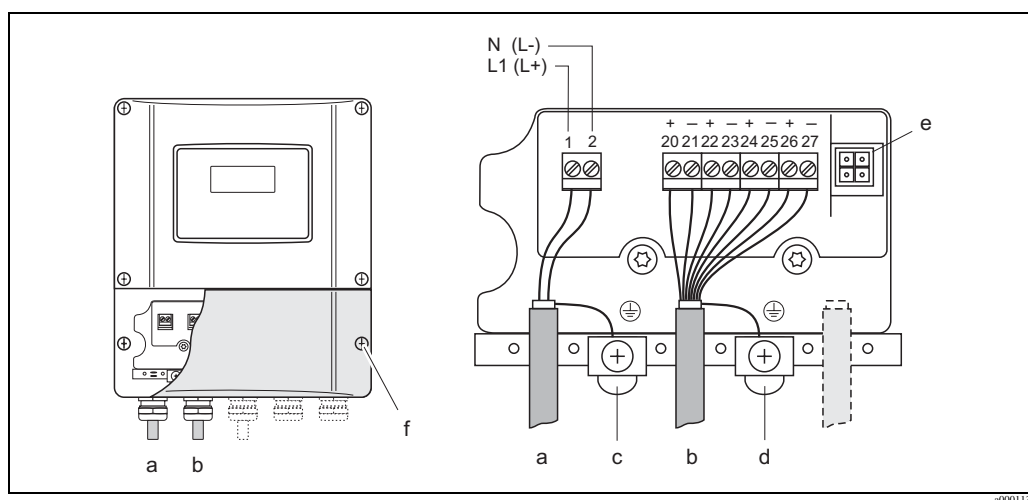

Fig. 20: Conectando o transmissor (suporte montado na parede); seção do cabo: máx. 2.5 mm²
- Diagrama da instalação elétrica (suporte montado na parede) → Fig. 20